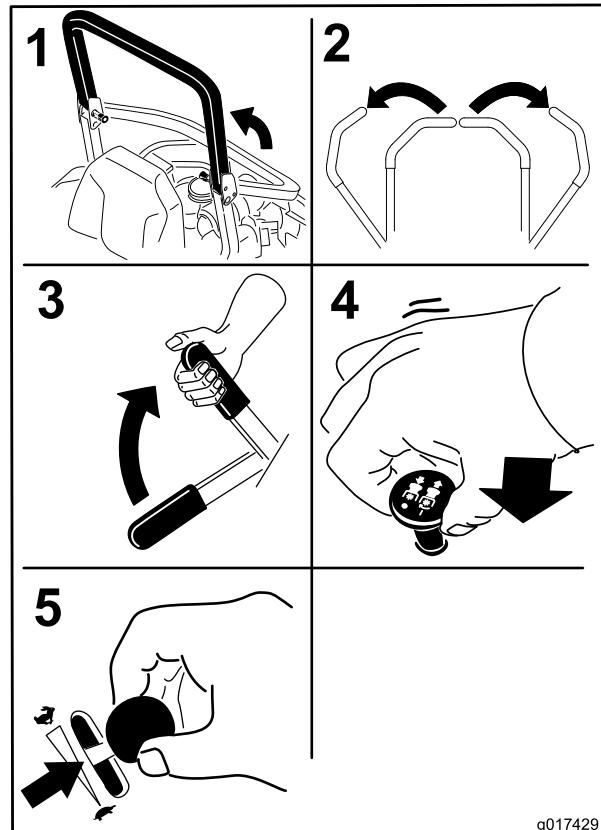

図 18
4. ブレード制御スイッチ (PTO) がOFF位置になっていることを確認する (図 18)。